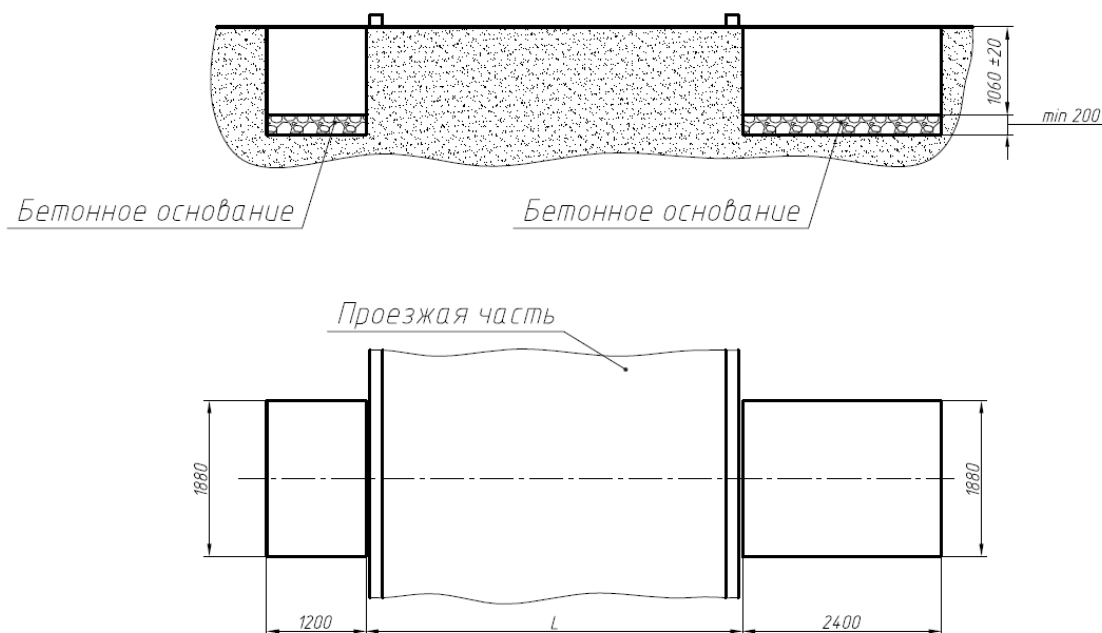

Рисунок 2
1.1.3 На дне котлованов выполнить бетонное основание толщиной не менее 200мм для установки шлагбаума (рис. 2). Допускается применять фундаментные плиты для выставления шлагбаума. Расстояние от верхней плоскости основания до плоскости дорожного покрытия должно быть  $1060 \pm 20$  мм.